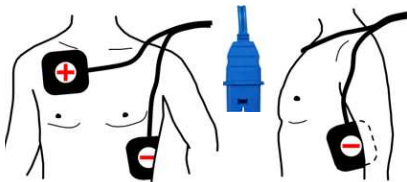
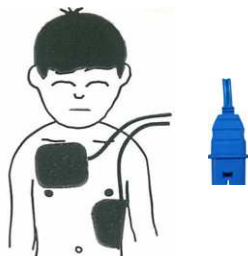

Fig. 5.2 Sites d'application des électrodes adultes
Fig. 5.3 Sites d'application des électrodes pour enfants de plus de 25 kg
Le placement des électrodes est effectué de la même façon chez les adultes et les enfants dont le poids est supérieur à 25 kg (voir Fig. 5.2 Sites d'application des électrodes adultes et Fig. 5.3 Sites d'application des électrodes pour enfants de plus de 25 kg).
1. Nettoyer et sécher les sites d'application des électrodes (Fig. 5.2 Sites d'application des électrodes adultes page 92/Fig. 5.3 Sites d'application des électrodes pour enfants de plus de 25 kg page 92). Pour nettoyer la peau, la frotter vigoureusement avec un chiffon sec.
3. Coller la seconde électrode de biais sous le sein gauche, tel qu'illustré à la Fig. 5.2 Sites d'application des électrodes adultes page 92/Fig. 5.3 Sites d'application des électrodes pour enfants de plus de 25 kg page 92.